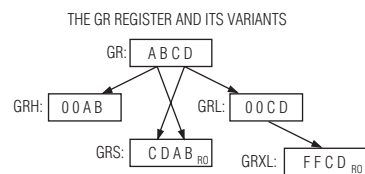

図3. GRレジスタは、バイト抽出、バイトスワップ、および16ビット符号拡張をサポートしています。
汎用レジスタ(General Register) (GR)は、16ビットワードからの各バイトの抽出に便利です。プログラマはこのGRを使って、バイトをワードに組み立てることができます。すなわち、下位バイトをGRL (汎用レジスタの下位バイト(General Register-Low byte))に、上位バイトをGRH (汎用レジスタの上位バイト(General Register-High byte))にロードし、組み立てられたワードをGRで読み取ります。また、プログラマはGRレジスタを使って、ワードをその各構成バイトに分解することができます。GRにロードされたワードをGRS (汎用レジスタのスワップ(General Register-Swapped))を用いてバイトスワップ形式で読み取ることができます。最後に、GRXL (汎用レジスタの拡張下位バイト(General Register eXtend Low byte))を読み取って、GRLレジスタにロードされたバイトを符号拡張してワードにすることができます。図3を参照してください。